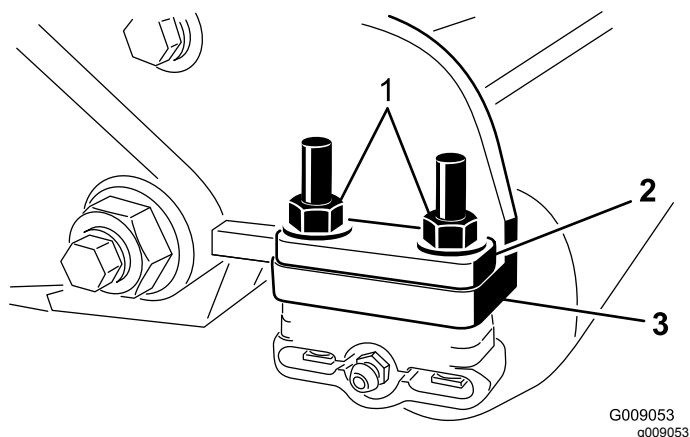

Figure 7
6. Retirez les 2 contre-écrous à embase qui fixent chaque support de rouleau aux plaques latérales (Figure 7). N'enlevez pas les boulons. Déposez également les entretoises de 6 mm placées